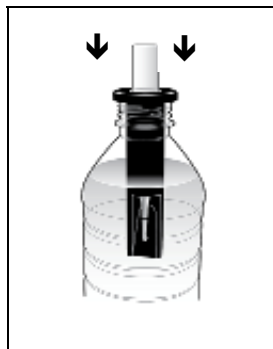

Figure 3
1. Plonger immédiatement l'ampoule Vacu-vial, pointe vers le bas, dans le à vivaneau. Ouvrez la bouteille d'eau à tester et placez le à vivaneau avec l'ampoule dans la bouteille en prenant soin de ne pas casser prématurément le bout de l'ampoule (fig. 3).